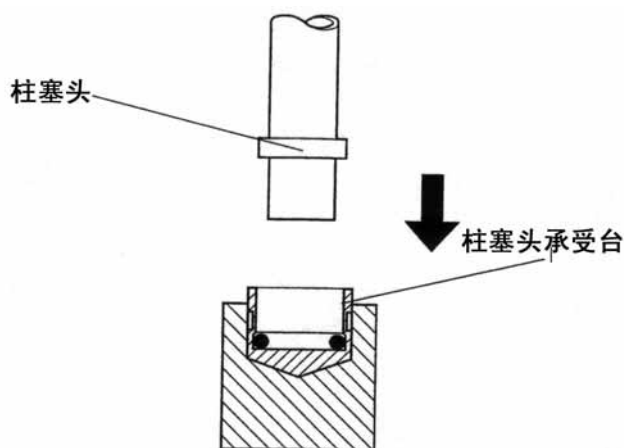

图 5.7 新的柱塞头的安装（横截面图）
- 4、如图 5.7 所示，新的柱塞头的前端垂直地对准柱塞头承受台，将柱塞压入。由柱塞头承受台与注射器配套，不要扔掉，妥善保管。